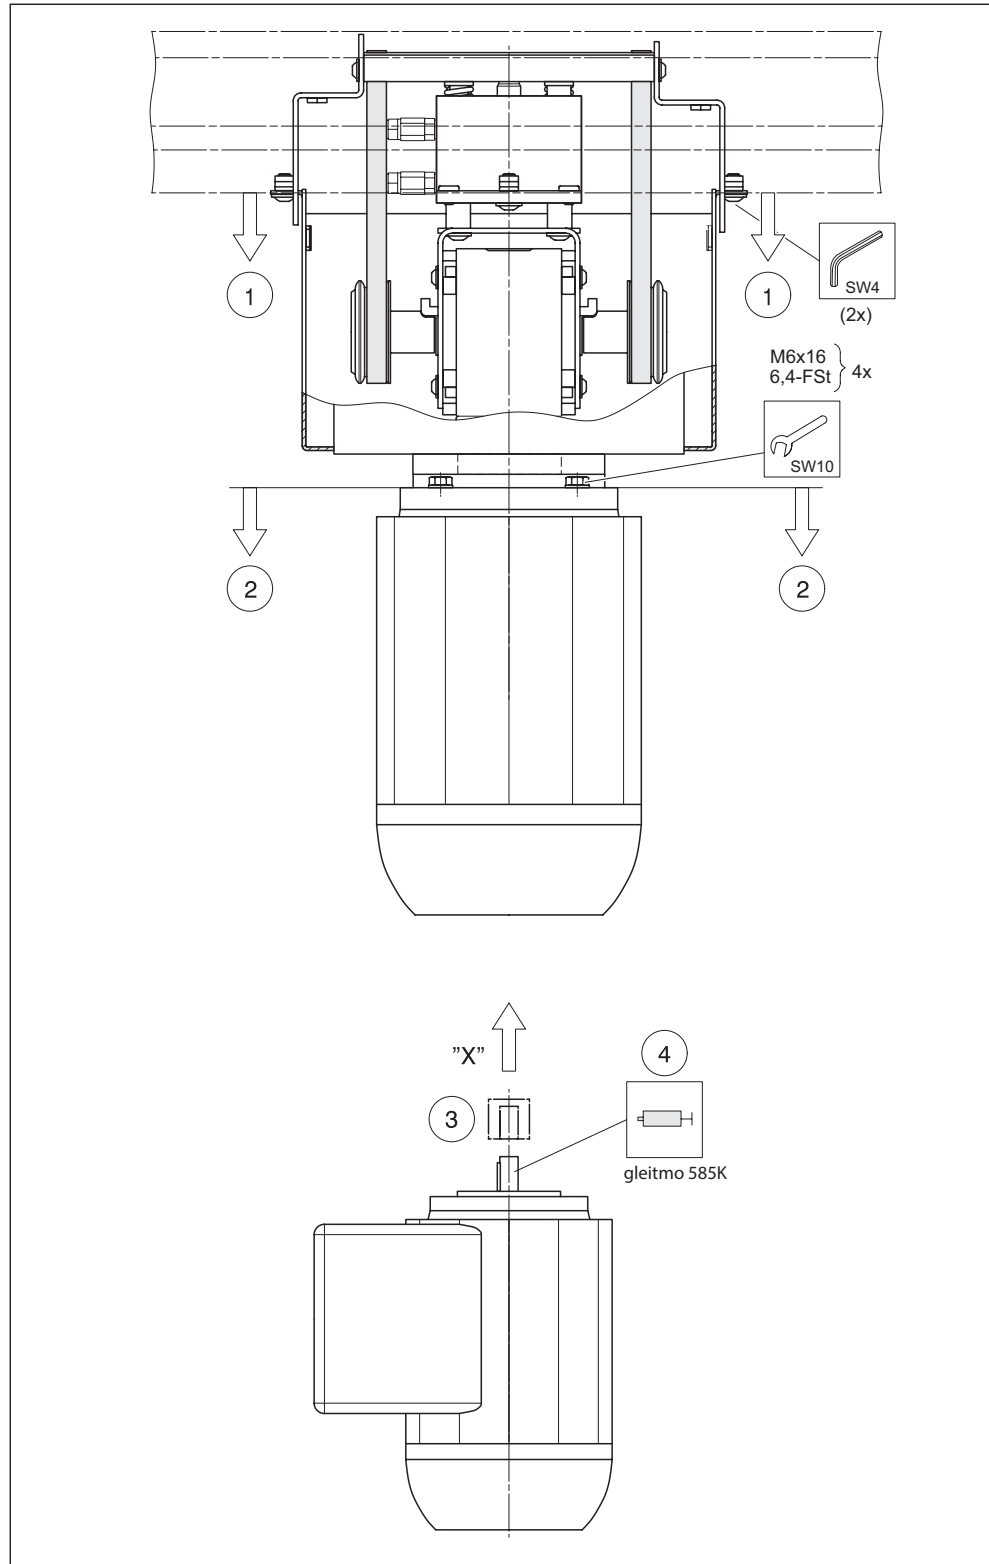

Fig. 20
10.4.2 Replacing the motor (Fig. 20)